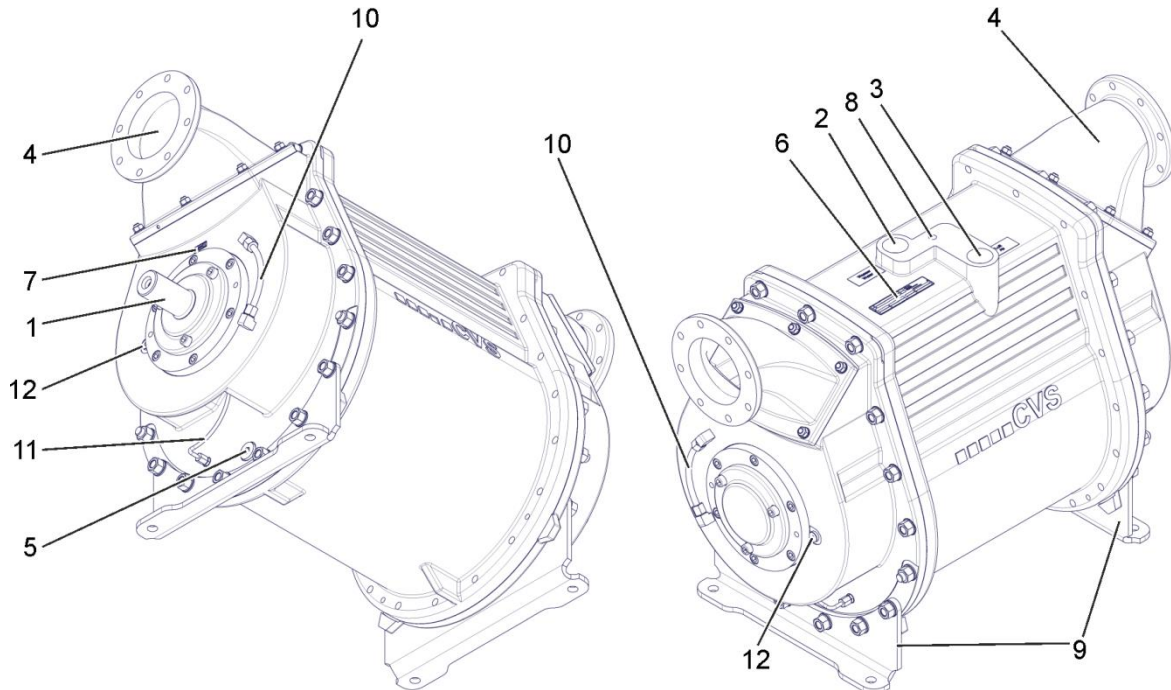

Abb. 1: Aufbau
- Nur vorgesehene Ringschraube nutzen. Siehe Seite 19, Abb. 1, Pos. 8
Siehe Drehrichtungspfeil Seite 19, Abb. 1, Pos. 7.
- Betriebswasser direkt an der VacuStar WR bis zur Wellenmitte (siehe Seite 19, Abb. 1, Pos. 10 „Anzeige Betriebswasser“) auffüllen. Die Wasserstopventile in den Betriebswasser-zuleitungen verhindern ein Auffüllen der VacuStar WR aus dem Betriebswasservorratsbehälter.
- Flüssigkeitsringpumpe vor dem Start immer bis zu ca. der Hälfte (Wellenmitte) mit Flüssigkeit füllen. (siehe Seite 19, Abb. 1, Pos. 10)